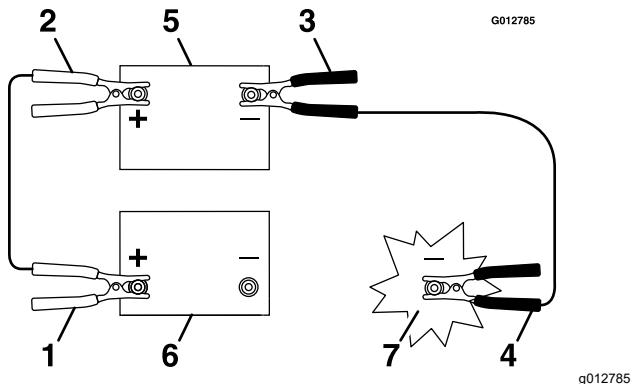

Figura 47
- Conecte el cable positivo (+) al borne positivo (+) de la batería descargada que está conectado al motor de arranque o al solenoide, según se indica en Figura 47.